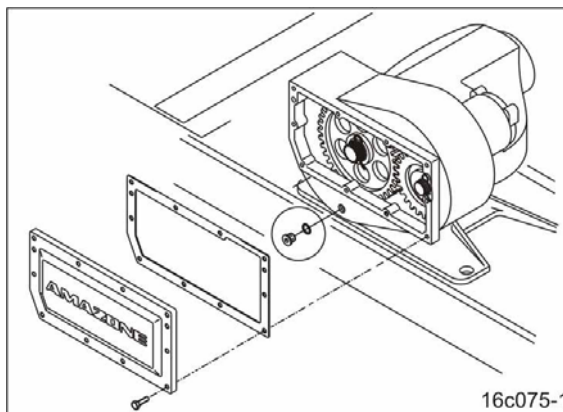

Bild 157
7. Lossa hållfjädrarna (Bild 157/1).